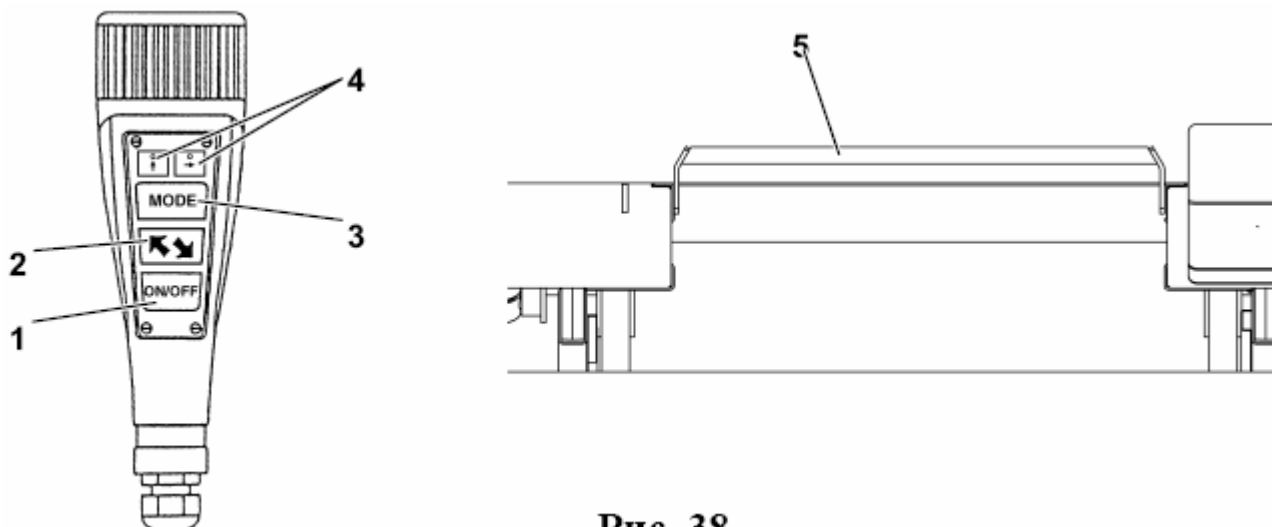

Рис. 38
Включение (см. Рис. 38) – Установите главный выключатель в положение 1 и нажмите кнопку (1): загорится свет и запустится гидроблок управления.
Включение (см. Рис. 38) - Установите главный выключатель в положение 1 и нажмите кнопку (1): загорится свет и запустится гидроблок управления.